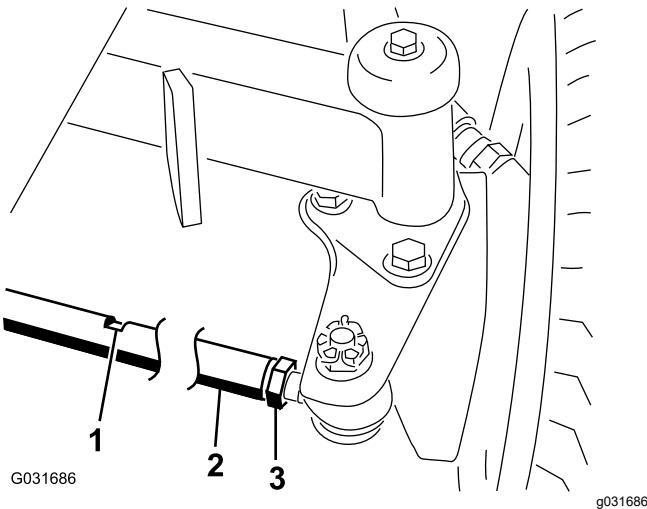

Figura 62
2. Afloje las contratuerzas de ambos extremos del tirante (Figura 62).